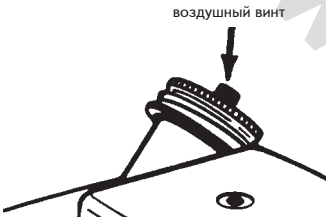

Рис. 1
2. Откройте воздушный винт на крышке бака (смотри рис. 1 внизу)